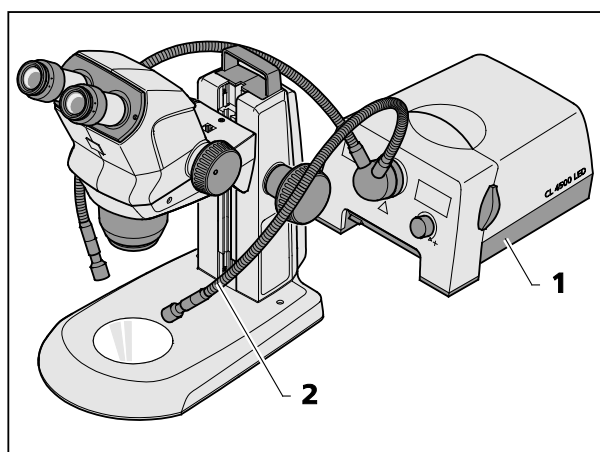

Fig. 10 Montare l'illuminatore esterno a fibre ottiche
- Accendere l'illuminatore esterno a fibre ottiche (Fig. 10/1), regolare l'intensità luminosa e, piegando i due colli di cigno (Fig. 10/2), posizionare i due conduttori di luce di modo che l'oggetto sia illuminato ottimamente.